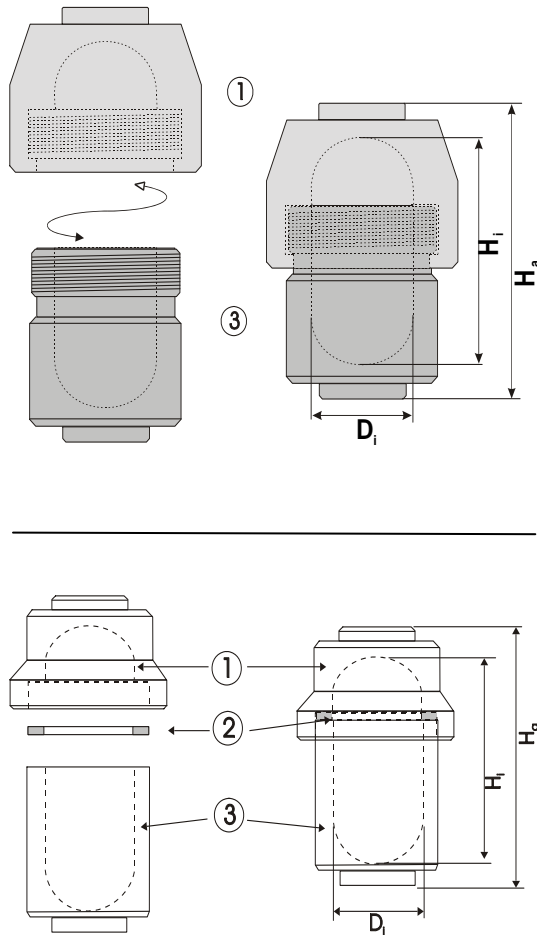

Fig. 2: Récipients d'agitation:
- Observez également la fig. 2 au Chapitre 3 de ce mode d'emploi.